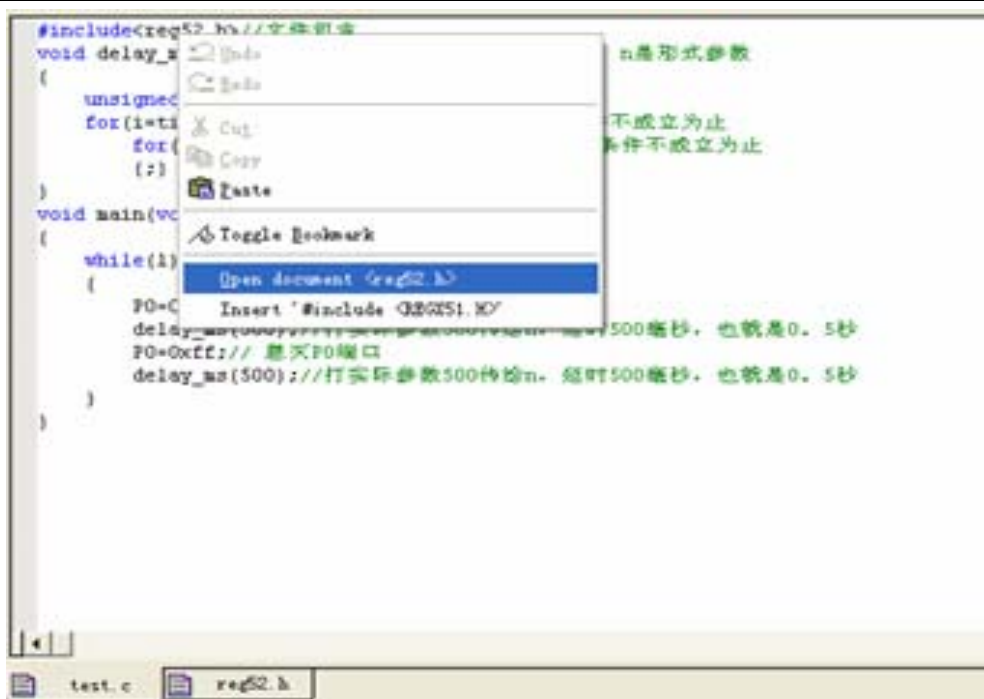

图 3-1
12. 文件包含，文件包含不是必要的。`#include<reg52.h>`就是一种文件包含，但是为了将程序更加人性化，模块化，所以引入了文件包含，它的意思是将扩展名为“.h”的 `reg52` 这个文件包含到当前文件当中。其中“`reg`”是标准的意思，“.h”是 `head` 的缩写为头文件的意思。下面就是 `reg52.h` 这个头文件。把鼠标放在 `#include<reg52.h>` 点击右键把它打开。(如图 3-1)